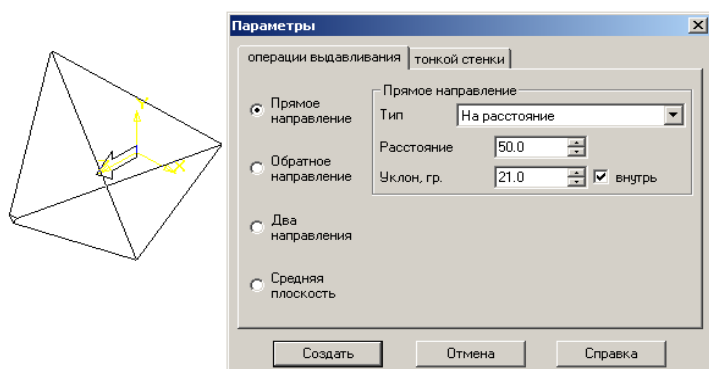

Рис. 89
10. В диалоговом окне **Параметры** установите галочку в команде **Уклон** **Внутрь** и постепенно увеличивайте значение угла наклона, пока верхняя грань не сойдется в точку. Уберите для операции «тонкой стенки» галочку «создавать тонкую стенку». Нажмите кнопку **Создать** в диалоговом окне **Параметры**. Получите правильную трехгранную пирамиду без невидимых линий (см. рис. 89).